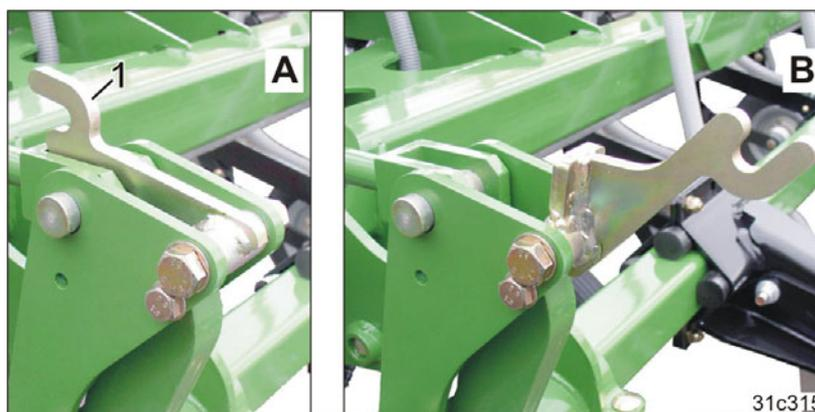

Fig. 206
2. Incliner le levier (Fig. 206/1), comme représenté à la figure (Fig. 206/B).
Après le dépliage, le levier (Fig. 206/1) revient automatiquement en position, comme représenté dans la figure (Fig. 206/A).
L'actionnement du levier (Fig. 206/1) avant le repliage des tronçons de la machine provoque l'inclinaison des socs à une hauteur de transport de 4,0 m.